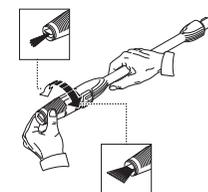

Fig. 11
4. Tournez la buse (19) pour la mettre sur le réglage souhaité. Le vaporisateur permet de nettoyer les terrasses en bois, les véhicules etc. Commencez toujours le nettoyage avec le vaporisateur, en tenant la lance à au moins 30 cm de la surface à nettoyer afin de ne pas endommager celle-ci. Pour un nettoyage optimal, utilisez le jet aiguille (Fig. 11).